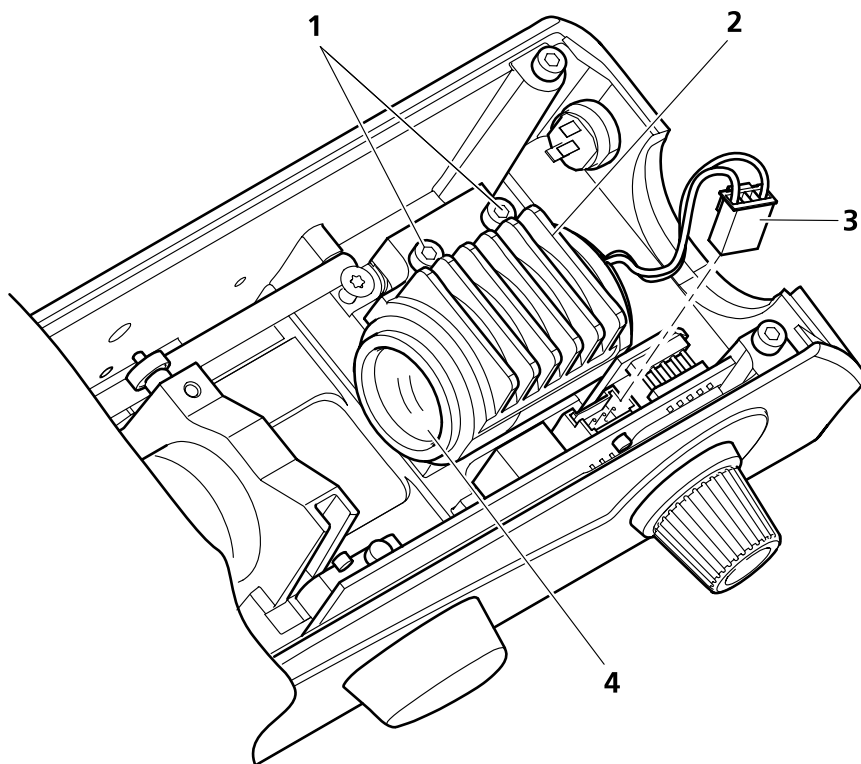

图 34 落射光 LED-模件
- 松开基板上的 LED 照明装置的连接插头（图 34/3）。为此，将用于解锁的安全套钩抵住插头按压，然后拔出插头。
- 将 LED 支座上的两个固定螺钉（图 34/1）完全拧出。取出支座（图 34/2）和螺钉。
- 取出 LED-模件（图 34/4）。
- 再将支座（图 34/2）装上，只需轻轻旋拧螺钉（图 34/1），以便可以在导槽中推移 LED-模件。
- 将插头（图 34/3）再插入基板。